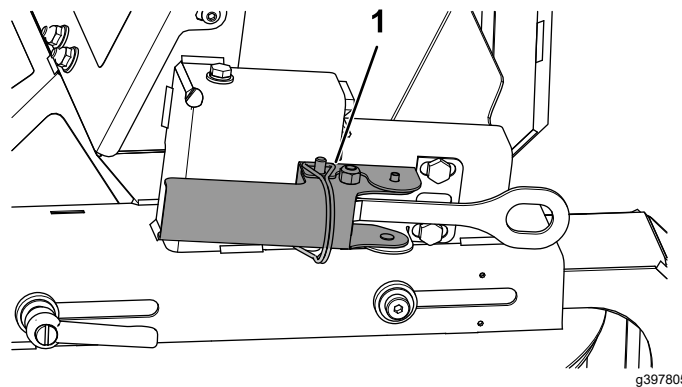

Figura 5
8. Prenda o rotor duplo no local com as braçadeiras de bloqueio em cada lado (Figura 5). Ajuste as braçadeiras de bloqueio até que estas fiquem firmes ao fechar.